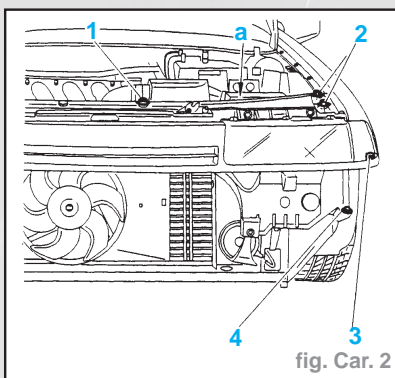

fig. Car. 2
- De chaque côté, déposer (fig. Car. 2) :
- la vis (1) de fixation du radiateur
- les vis (2) de fixation sur passage de roue
- la vis (3) de fixation sur aile